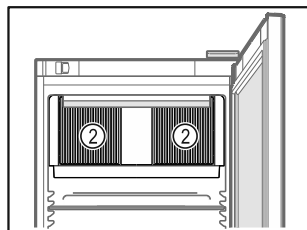

Fig. 74
- ❑ A belső térben lévő keringető ventilátor szellőzőnyílásait Fig. 74 (2) tartsa szabadon.